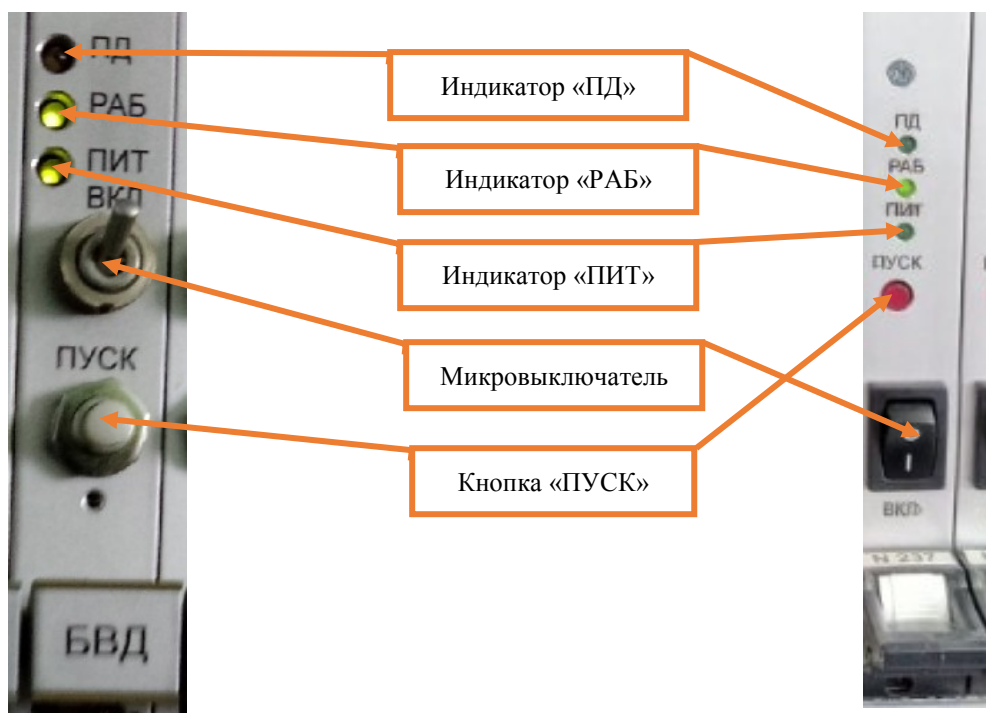

Рисунок 10. Включение блока БВД.
7.2.9 На заменяемом блоке перевести микровыключатель в верхнее положение и включить блок, при этом должен загореться зеленым цветом индикатор «ПИТ» (Рисунок 10).
7.2.10 Нажать кнопку «ПУСК» и запустить блок БВД (Рисунок 10).
7.2.11 Проверить работу замененного блока по индикаторам «РАБ» (горит зеленым цветом) и «ПД» (мигает зеленым цветом во время передачи данных) (Рисунок 10).